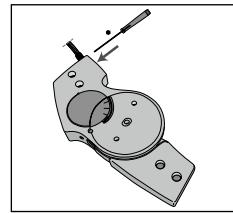

Fig. 8
7. Løsne sikkerhetsskruen på siden av leddet, to omdreininger er nok (**se fig. 8**). Ikke fjern skruen fra leddet.
18. Stram sikkerhetsskruen tilbake i leddet (**se fig. 8**).